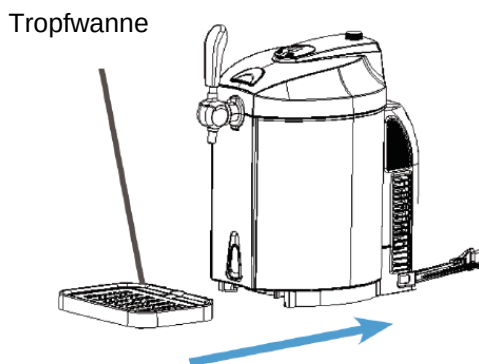

Abbildung 7
3. Setzen Sie die Tropfwanne in die vorgesehene Kerbe ein (Siehe die Abbildung 7)